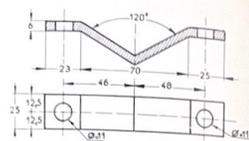

Fig. 3.29.—Brida MR - 3644 - 40 para la fijación del diferencial.
b) Retirar el apoyo izquierdo y la caja del embrague. Fijar el diferencial por medio de las bridas MR 3644-40 (fig. 3.29).